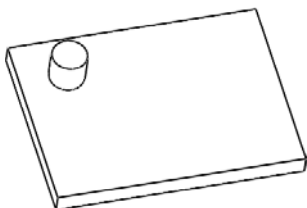

图 5-153 表格驱动阵列文件
- 01 打开素材库中的“第 5 章/5-18 表格驱动阵列.sldprt”文件, 如图 5-153 所示。